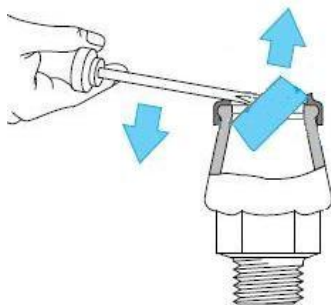

Figure 6
1. Enlever prudemment l'anneau de serrage (voir fig. 6, n'endommager pas le revêtement époxy).